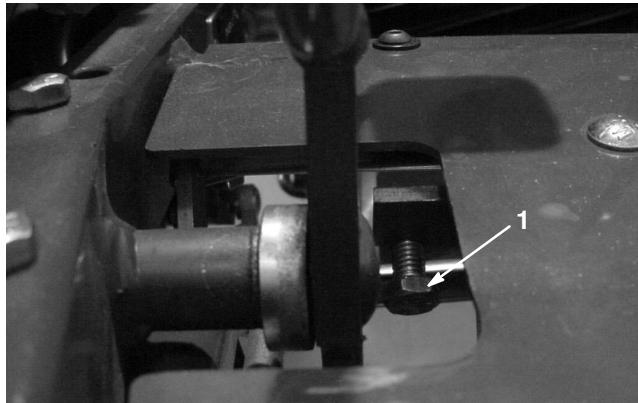

Figure 53
1. Desserrez l'écrou de la vis de blocage (Fig. 53).